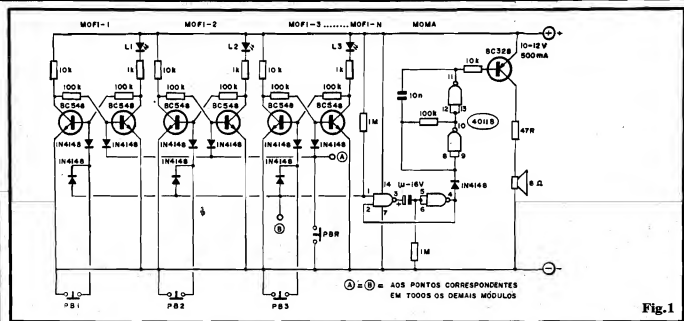

Fig. 1
- FIG. 1 - DIAGRAMA DO "MÓDULO MÃE" E DOS "MÓDULOS-FILHO" - Na figura, o esquema mostra (por óbvias razões de espaço editorial) apenas três MÓDULOS FILHO (MOFI), cada um estruturado em torno de um par de transistores BC548. Obviamente que, na instalação final, deverão existir tantos MOFIs quantos sejam necessários (um para cada ponto de chamada requerido...). Os tais MÓDULO FILHO (MOFI) nada mais são do que simples células de memória, BIESTÁVEIS formadas por dois BC548 dispostos em realimentação "cruzada" para CC, com os resistores de 100K promovendo a mútua realimentação e polarização de base dos ditos transistores. O coletor do BC548 da esquerda (em cada MOFI) está